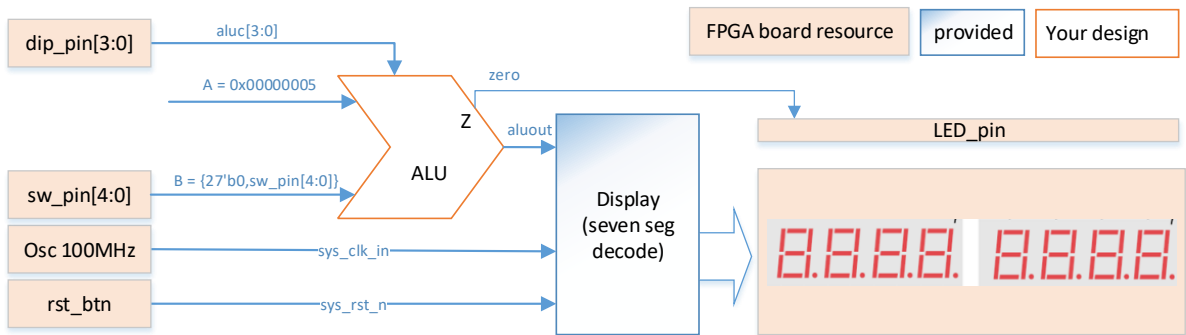

图 1.2 ALU 实验原理图
本次实验将 ALU 输出结果通过板载七段数码管进行显示验证，原理图如图 1.2 所示。Verilog代码实现方式参考本文第3大部分。
--alu_test_top.v	设计顶层文件，参照图 1.2 将各模块连接。